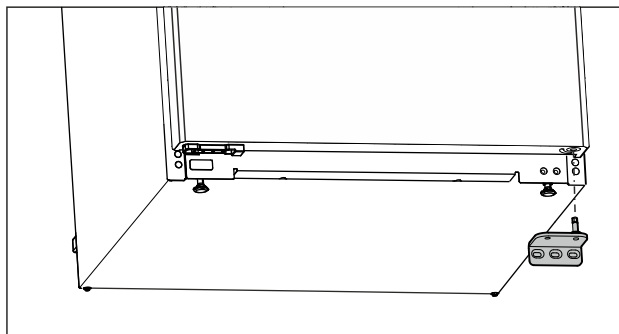

Fig. 12
- ▶ Снимите опорный кронштейн движением вниз. (см. Fig. 12)